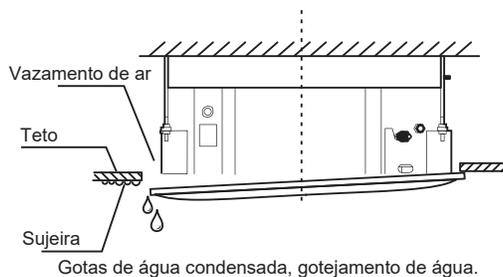

Figura 22
- Vazamentos de ar e água podem ocorrer se os parafusos estiverem soltos. Consulte a Figura 22.